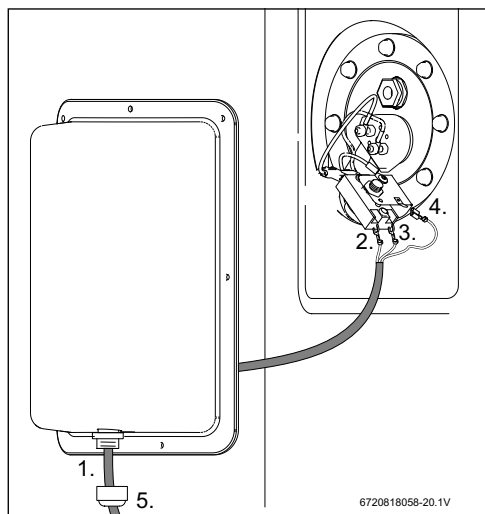

Fig. 35 Raccordement du câble de connexion au ballon de 300 l
- ▶ Retirer le couvercle du chauffage d'appoint électrique et faire passer l'autre extrémité du câble par le passe-câbles dans le couvercle (fig. 35).